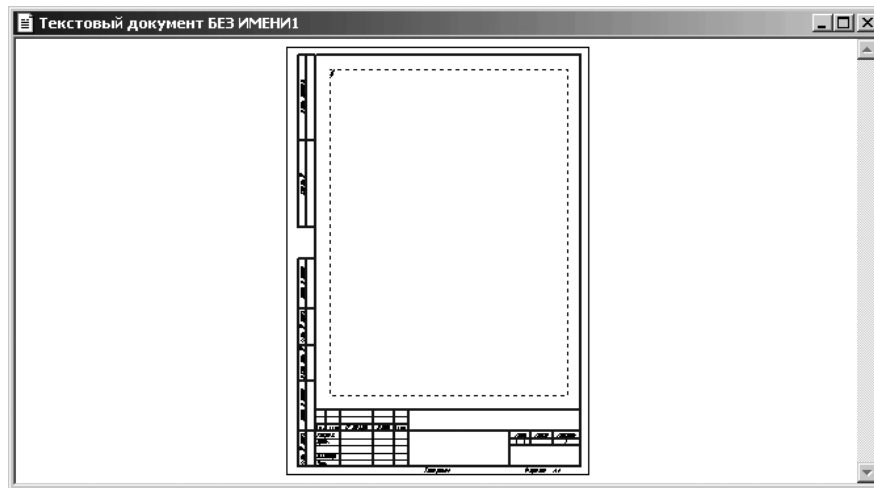

Рис. 5.88. Первый текстовый лист по высоте листа
- щелкните на панели инструментов **Вид** по кнопке  – **Масштаб по высоте листа**. Появится текстовый лист по высоте текстового окна (рис. 5.88).